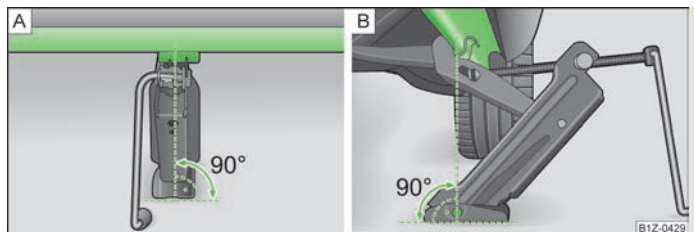

Fig. 135 Colocação do macaco
- Coloque o macaco de forma a que a garra abranja o perfil » Fig. 135- B sob a zona marcada, na área lateral da parte inferior da embalagem.
- › Verifique se toda a placa de base do macaco se encontra em piso plano e está em posição vertical » Fig. 135 relativamente ao local onde a garra abarca o perfil.